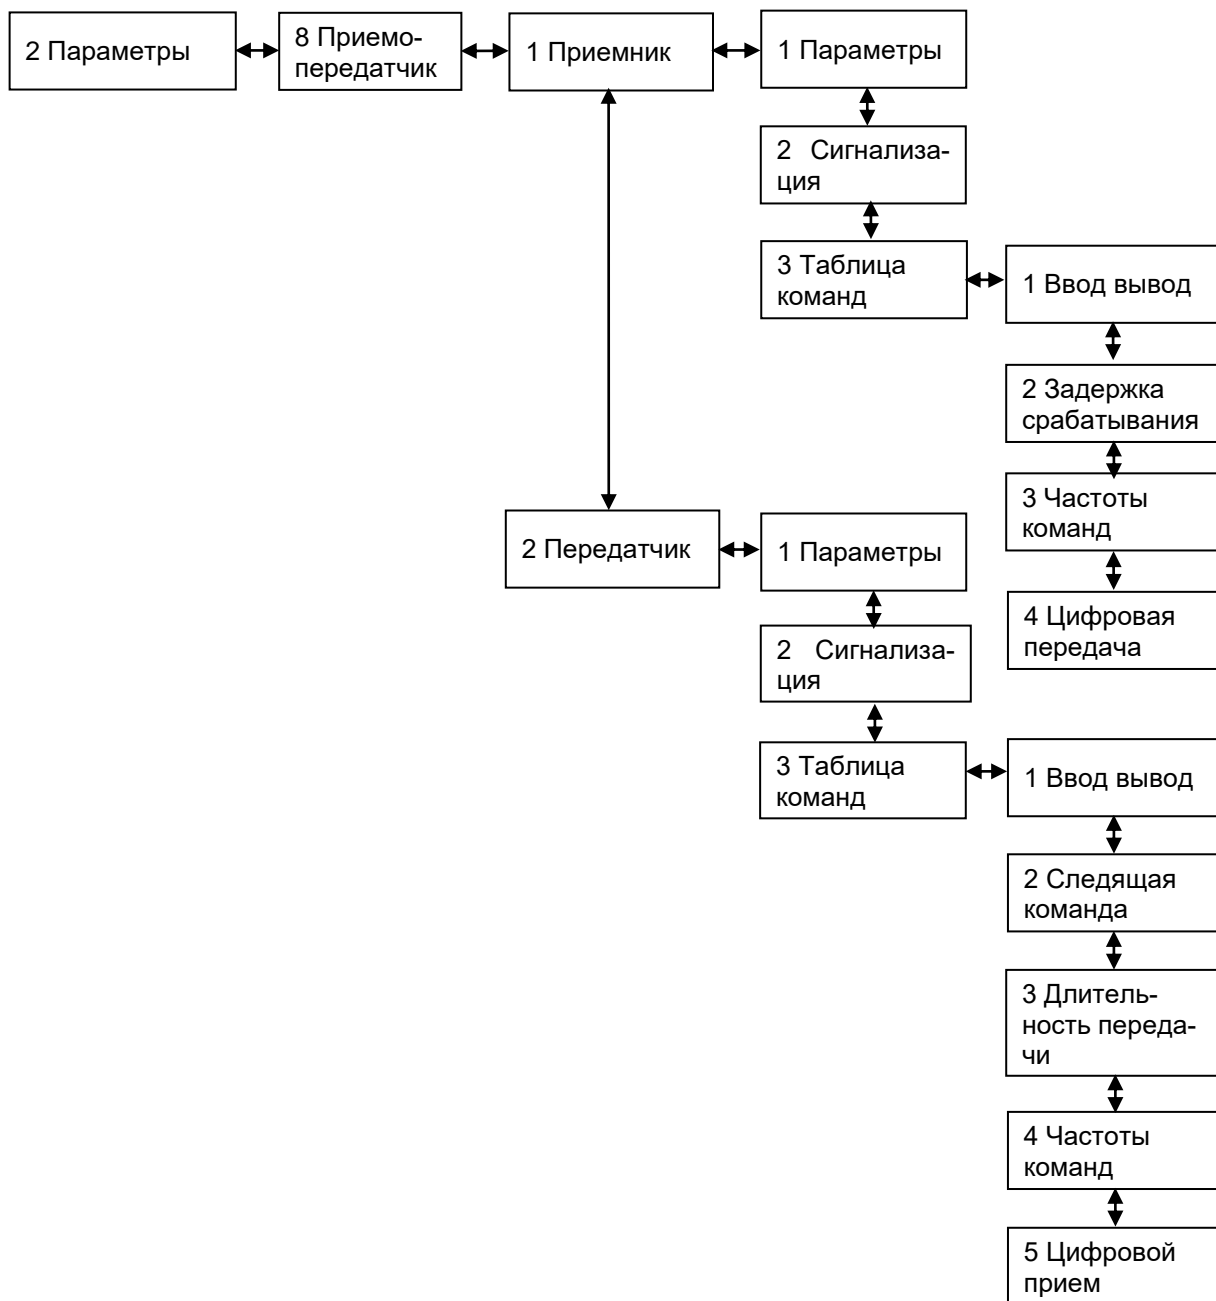

Рисунок 47 – Структура меню Приемопередатчик
2.7.2.8.1 Настройка устройства передачи аварийных сигналов и команд (УПАСК) производится с помощью меню **Приемопередатчик**, который включает в себя (см. рисунок 47):